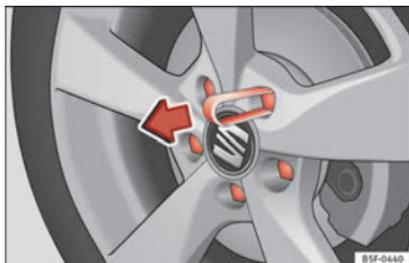

Fig. 66 Pinça para retirar os protetores dos parafusos das rodas.
- Encaixe a pinça de plástico (ferramenta de bordo) na capa de proteção até que encaixe » Fig. 66.